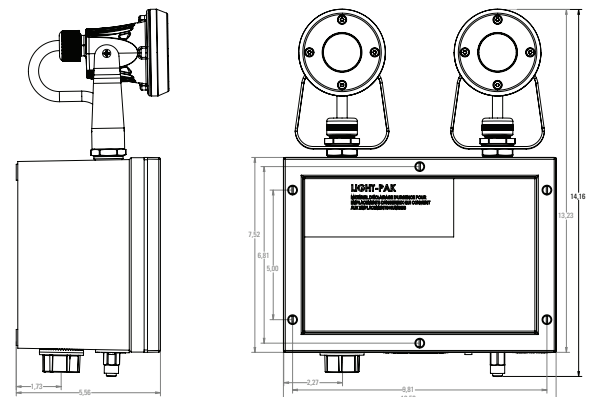
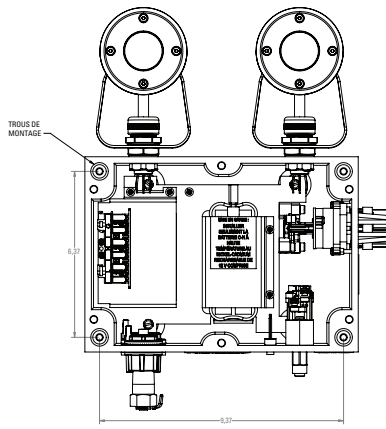

Figure 1. Encadrement
Figure 2. Dimensions de montage
1. Consulter l'encombrement (figure 1) pour choisir l'emplacement d'installation qui sera assez résistant et rigide pour supporter le système d'alimentation et les luminaires installés. Voir la figure 2 pour les dimensions de montage.
2. Desserrer (sans retirer) les six (6) vis du couvercle du boîtier du système d'alimentation N2LPSM2, puis mettre le couvercle de côté pour le réassemblage plus tard.
(1/4 po) dans les quatre (4) trous de montage apparaissant à la figure 2.